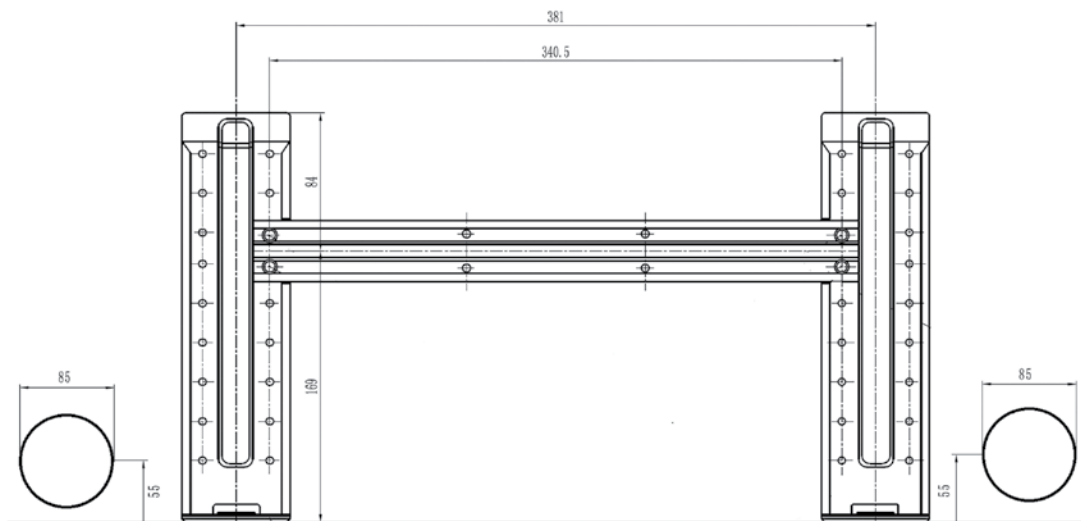

Ilustración 9 .
- Determine la posición del orificio de acuerdo con el diagrama indicado en la fig. 9. Practique un orificio de (≥ 85 mm para los modelos SC 39xx / ≥ 65 mm para los modelos S 39xx) en dirección ligeramente descendente hacia el exterior, con el fin de evitar que el agua penetre en el interior.